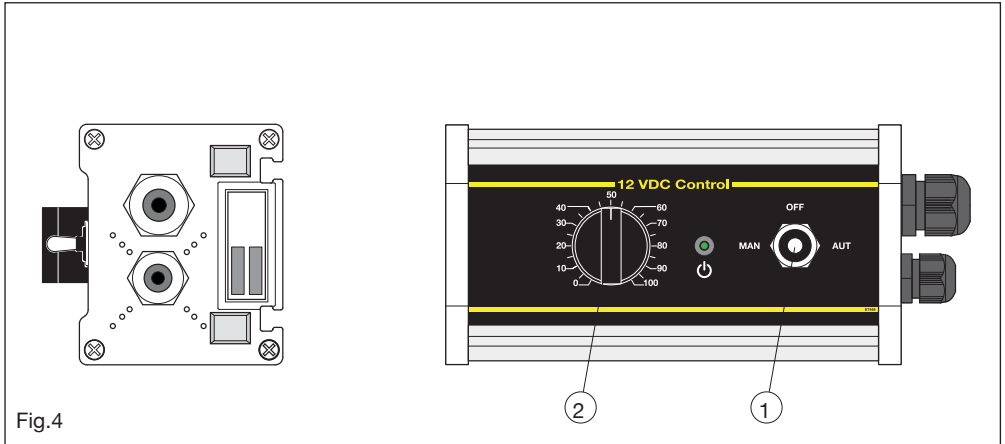

Fig.4
To access this working mode, move the switch lever (pos.1 Fig4) to the left in the MAN position.
AUTOMATIC: the pump turns from "0" to "100" and can be adjusted by acting on the potentiometer (pos.2 Fig4).
To access this working mode, move the switch lever (pos.1 Fig4) to the right to the AUT position. The program inserted by default (program 1) does not allow to work with external commands; if You go to change the programming settings
Per accedere a questa fase di lavoro, spostare la leva dell'interruttore (pos.1 Fig4) verso sinistra in posizione MAN.
AUTOMATICO: si possono regolare i giri della pompa da "0" a "100" agendo sul potenziometro (pos.2 Fig4).
Per accedere a questa fase di lavoro, spostare la leva dell'interruttore (pos.1 Fig4) verso destra in posizione AUT.